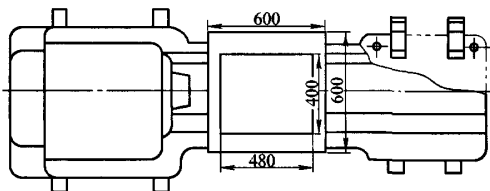

图 2
(2) 制作基准 经过测量,在溜板箱 1. 冷却管 2. 刀架 3. 小滑板上加装一块 600mm × 600mm × 12mm 的钢板,如图 2 所示。在溜板箱顶面测出 400mm × 480mm 的 4 个中心孔,钻孔攻螺纹制作出 4 个 $\phi 16$ mm 的螺钉孔,考虑到溜板箱手柄的干涉,选择长 100mm 的双头螺钉,作为钢板同溜板箱的联接。钢板的高度可通过调节双头螺钉上的螺母,达到使用要求,并保持钢板同床身水平。根据加